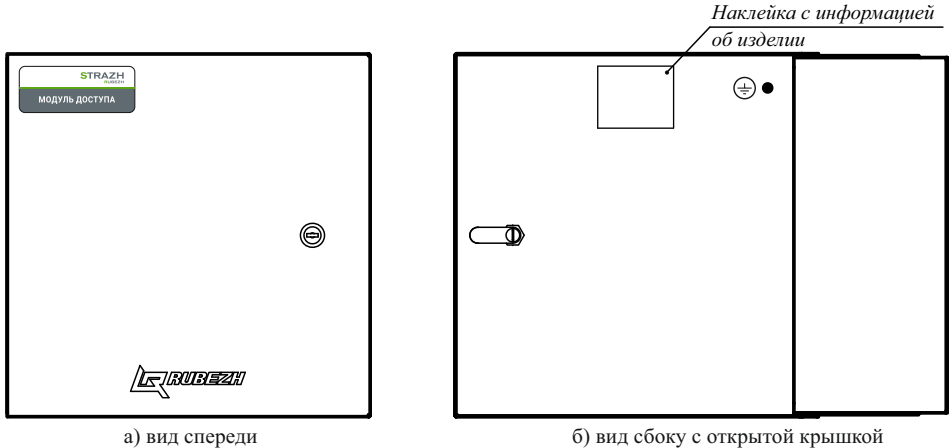

Рисунок 1 – Внешний вид модуля
5.1 Модуль конструктивно выполнен в металлическом корпусе (рисунок 1) с креплением под винты.